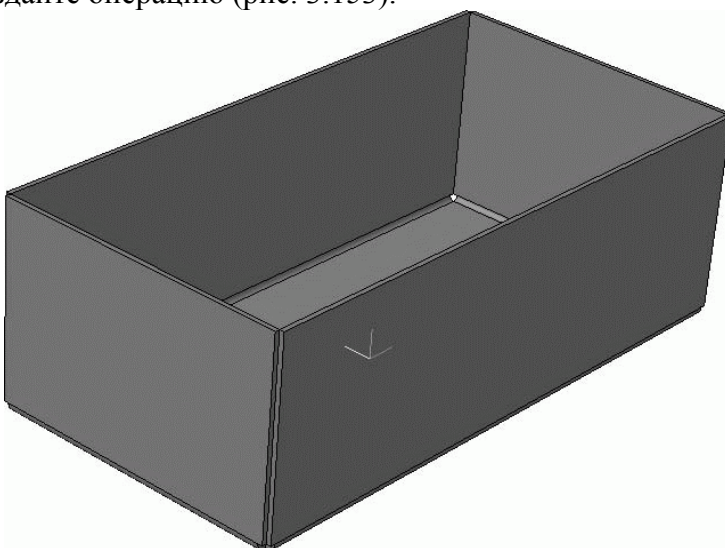

Рис. 3.153. Модель после замыкания углов на сгибах
5. Нажмите кнопку Замыкание углов. В окне модели по очереди укажите стыки в верхней части сгибов, которые нужно замыкать. Обратите внимание, задать стык для замыкания можно, щелкнув кнопкой мышью только на цилиндрической части сгибов стыкуемых граней или на их общем ребре. Из раскрывающегося списка Способ замыкания на панели свойств выберите пункт Замыкание встык, а в списке Обработка угла – вариант Без обработки. Создайте операцию (рис. 3.153).